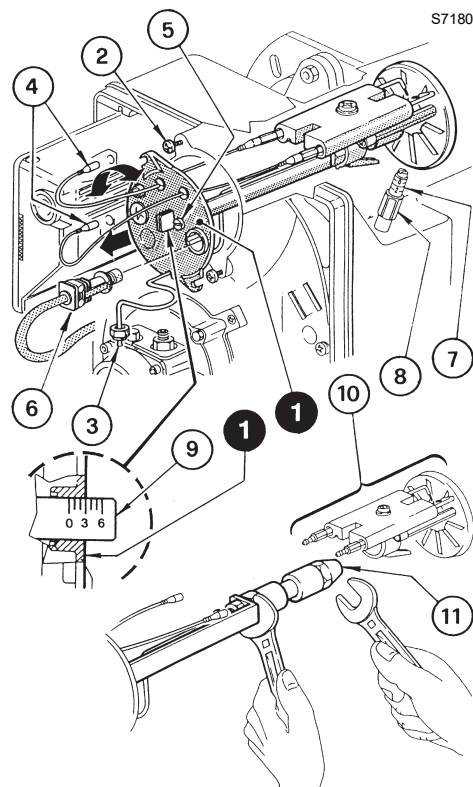
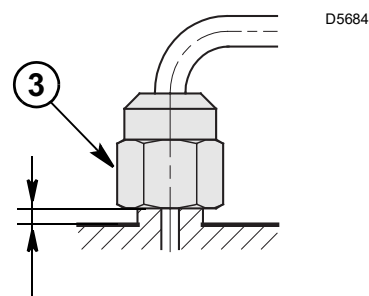
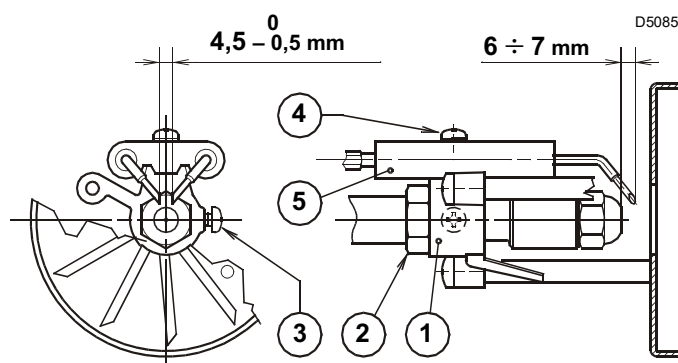

Fig. 13
Fig. 14
Fig. 15
- Sconnettere i cavetti (4) dal controllo fiamma e sfilare il sensore fiamma (6).
- Svitare il dado (3), allentare le viti (2) ed estrarre il gruppo portaugello (1) apportando una lieve rotazione verso destra.
- Sfilare i cavetti (4) dagli elettrodi, svitare la vite (3, Fig. 15, a pag. 9) ed estrarre il gruppo supporto elica (10) dal gruppo portaugello (1).
- Sostituire l'ugello (11) e avvitare correttamente stringendolo come mostrato in Fig. 13.
Al rimontaggio del gruppo portaugello (1, Fig. 13, a pag. 8) **avvitare il dado (3) senza portare a battuta** con una coppia di serraggio di 15 Nm, come mostrato in Fig. 14.
- Per effettuare la regolazione della serranda aria procedere come segue (Fig. 13, a pag. 8):
- Allentare il dado (8) e tarare la serranda agendo sulla vite (7).
- A regolazione ultimata riavvitare il dado (8).
- Cambiare ugello, (Fig. 13, a pag. 8) e verificare il corretto posizionamento degli elettrodi (Fig. 15, a pag. 9).